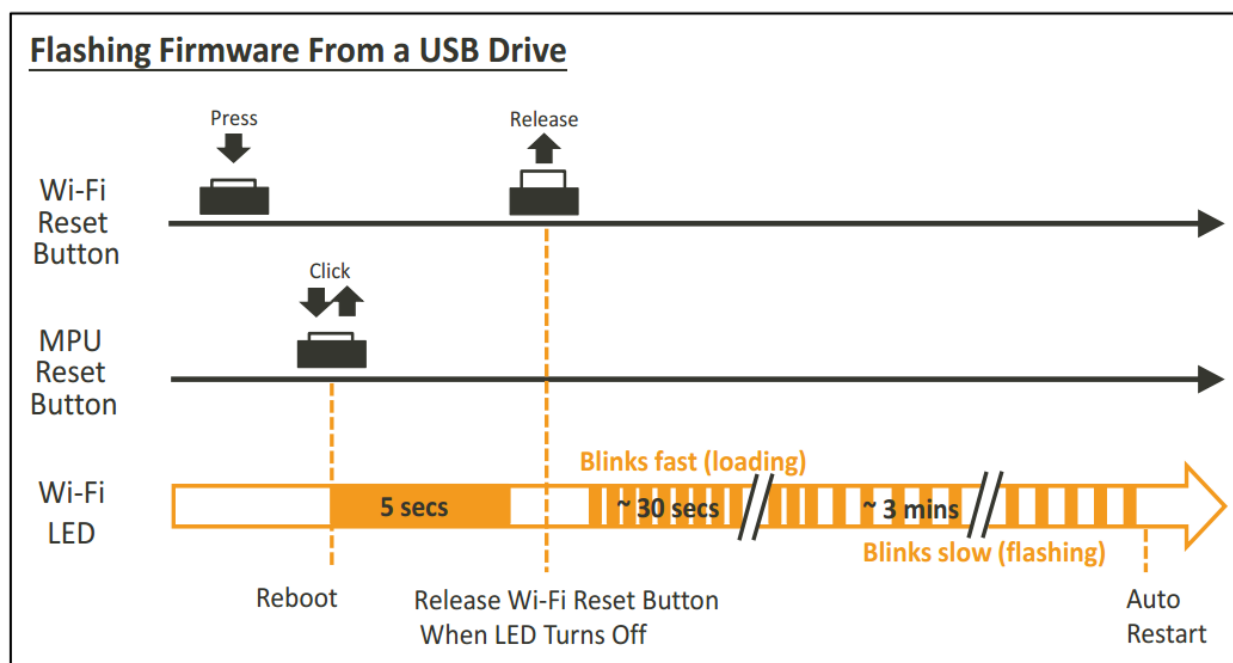

图 27 固件升级过程中的 Wi-Fi LED 状态
- 3) 按下 Wi-Fi 按钮和 MPU 复位按钮，然后仅松开 MPU 复位按钮，保持 Wi-Fi 按钮 5 秒后再松开（5 秒后 Wi-Fi LED 熄灭），LED 状态如图 27 所示，注意，按住 Wi-Fi 按钮不能超过 20 秒，否则开发板会升级启动引导程序而不是固件。